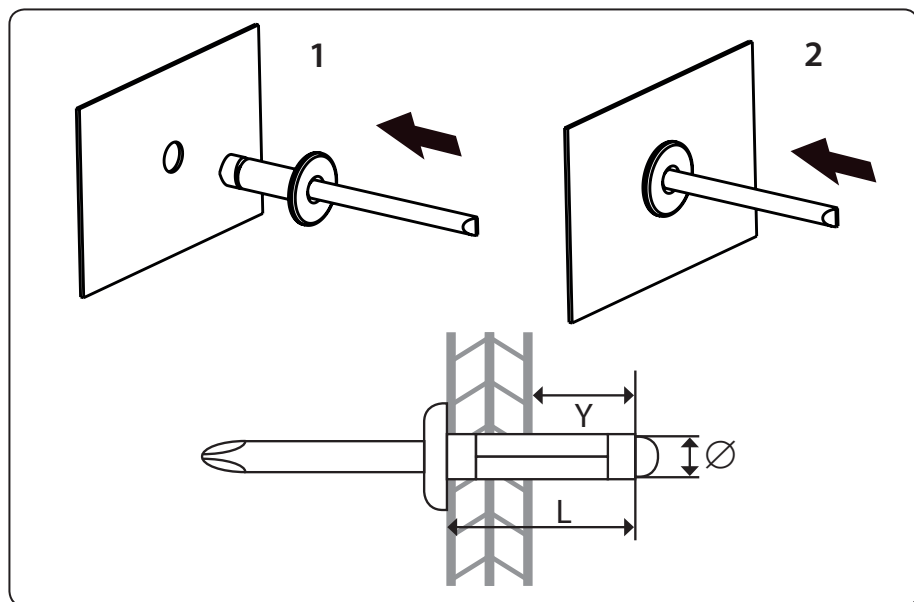

Fig.4
- b) **Inserire il corpo del rivetto nel foro del diametro corrispondente rispetto al diametro del corpo del rivetto, vedere. passaggi 1 e 2 in Fig. 4. Il corpo del rivetto deve essere abbastanza lungo rispetto allo spessore dei materiali da unire in modo tale da consentire un corretto accoppiamento dei materiali.**